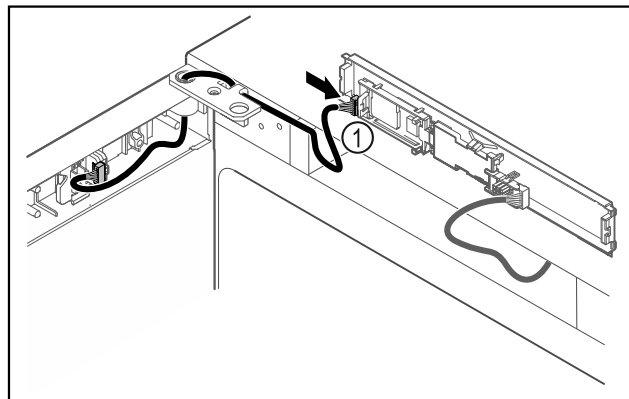

Fig. 45
- ▶ Vtič Fig. 45 (1) priključite na tiskano vezje.